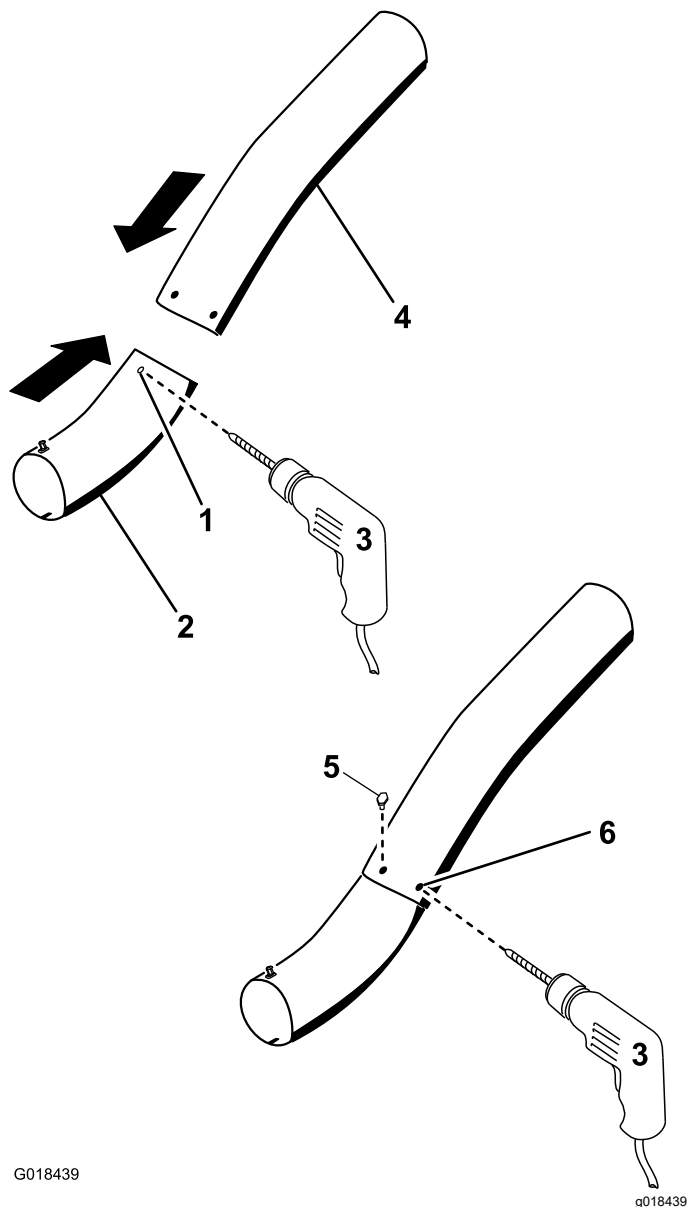

Figure 32
- En vous servant des trous existants du tube supérieur comme guide, percez 2 trous de 6,5 mm dans les creux du tube inférieur (Figure 32).
- Placez les rondelles ($\frac{1}{4}$ ") sur les boulons (Figure 32).
- À l'aide d'une clé hexagonale, placez les vis ($\frac{1}{4}$ " x $\frac{3}{4}$ ") et les rondelles ($\frac{1}{4}$ ") depuis l'intérieur du tube inférieur dans les trous existants du tube supérieur (Figure 32).
- Fixez les tubes ensemble au moyen des écrous ($\frac{1}{4}$ "), comme montré à la Figure 32.